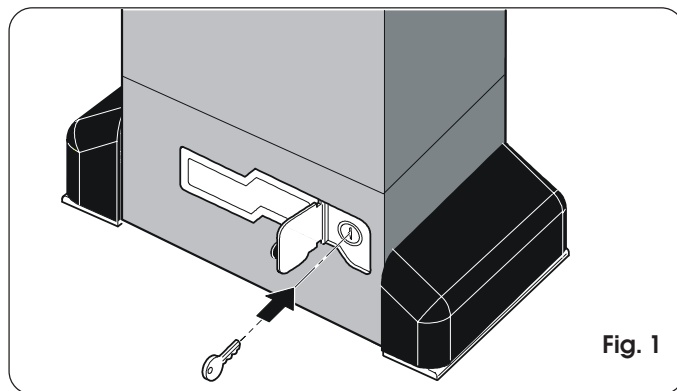

Fig. 1
- 2) Abra la portezuela de protección e introduzca la llave suministrada en dotación en la cerradura como se indica en la Fig. 1.